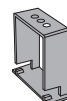

FIG.5
- 2 o più staffe di supporto a cavallotto per tende veneziane da 50 mm (FIG.5).
- 2 o più staffe di supporto per tende veneziane legno da 50 mm (FIG.5).